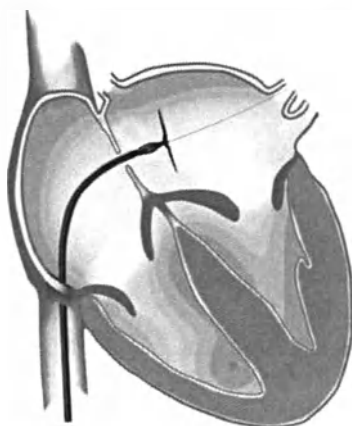

Рис. 7: Раскрытие зонтика в левом предсердии
- Раскройте зонтик в левом предсердии под контролем ТЭЭ и рентгенографии, продвинув его вперед в доставляющем устройстве и потянув проводник Маллинса в обратном направлении (рис. 7). В таком положении часть зонтика в правом предсердии раскрыта не полностью. Тем не менее, слегка продвинув его вперед, можно упростить размещение системы в ОО. Выступающий примерно на 6-7 см фиксирующий зонд зонтичной системы служит в данном случае как направляющий зонд и пока остается в легочной вене.